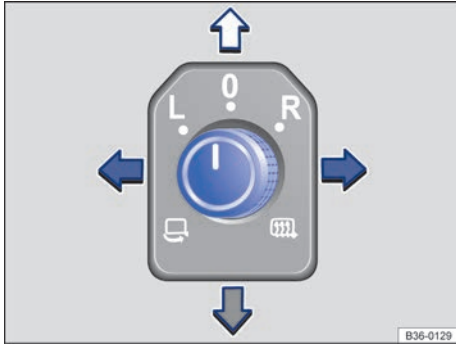

Fig. 116 En la puerta del conductor: mando giratorio de los retrovisores exteriores.
- Gire el mando situado en la puerta del conductor hasta el símbolo deseado → fig. 116.